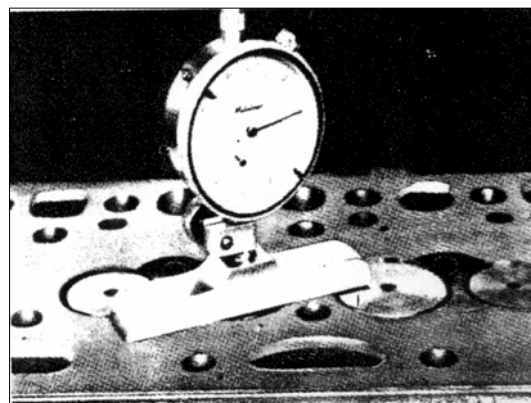

РИС. 77
- 4) Проверьте высоту седла клапана по отношению к плоскости головки блока цилиндра. Замените вставки седла клапана, если они изношены сильнее допустимого (рис. 77).